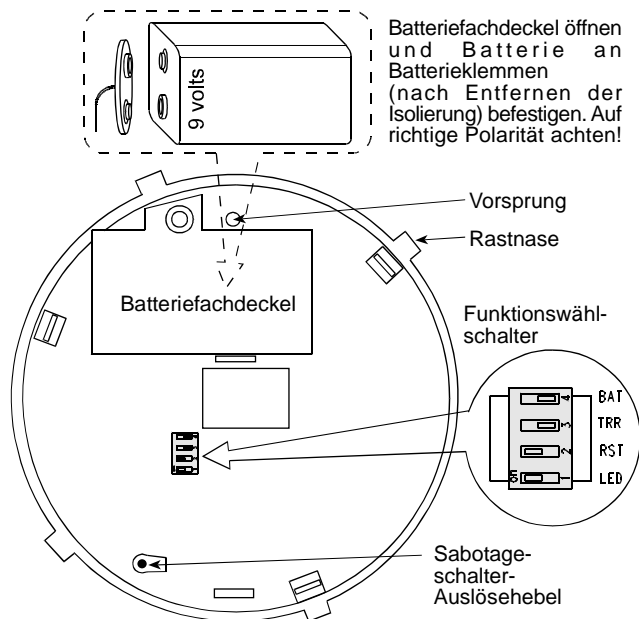

Abb. 3. Rückseite des Rauchmelders
Der MCT-425 besitzt einen DIP-Schalter mit 4 Positionen, der als Funktionswählschalter dient (siehe Abb. 3). Die Schalterhebel sind mit „1“ bis „4“ nummeriert, und mit jedem Schalter können Sie eine von zwei Optionen auswählen.
Unter der Schaltplatte auf der Rückseite des Melders ist ein Sabotageschutzschalter angebracht. Der Auslöser des Sabotageschalters, der durch eine Bohrung in der Grundplatte ragt (siehe Abb. 3), wird gegen die Halterung gedrückt, wenn der Melder an der Halterung befestigt ist.
B. Wechseln Sie die Batterie aus (siehe Abb. 3).